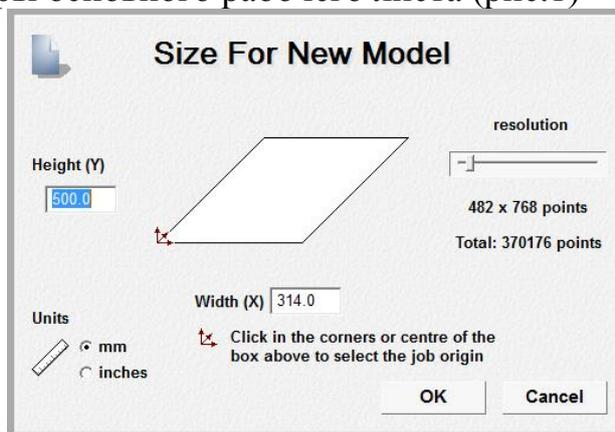

Рисунок 1
3. Задать параметры основного рабочего листа (рис.1)